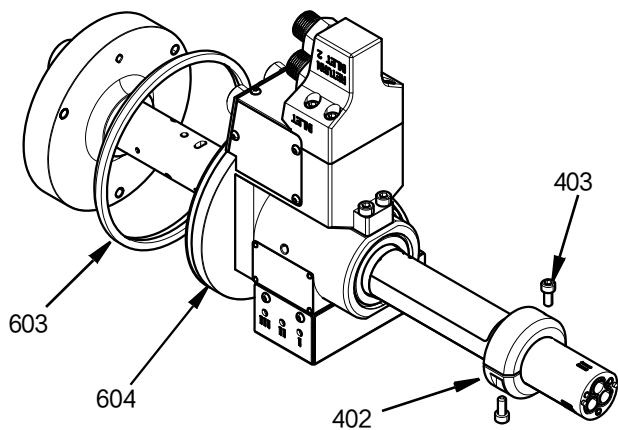

FIG. 25
5. 将密封圈 (603) 放入轴承外壳 (604) 外部的凹槽中。将完成的单元滑到中部机身 (101) 上, 并确保轴承外壳的表面紧贴中部机身的表面。将锁环 (401) 滑到中部机身上并用 57.5 英寸磅 (6.5 牛·米) 的扭力拧紧两颗 M5 螺丝 (403)。参见 FIG. 25。